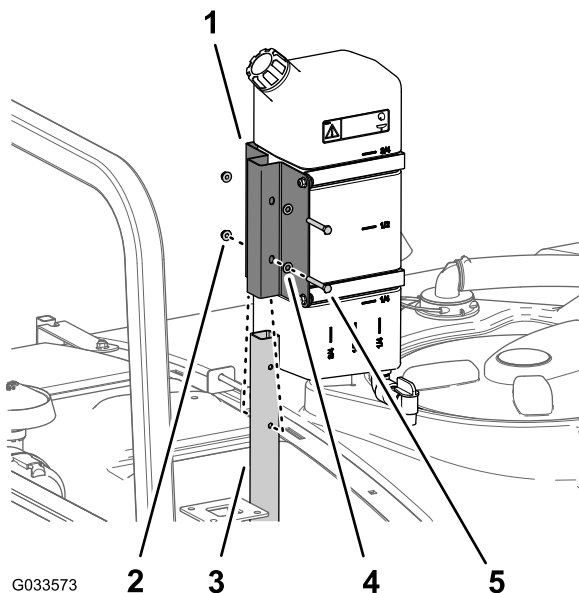

図 47
1. サポートチューブに、真水タンクとマウントを取り付ける ボルト5/16 x 2 1/4" 2本、フランジロックナット5/16" 2個を使用し 図 47 のように取り付ける。